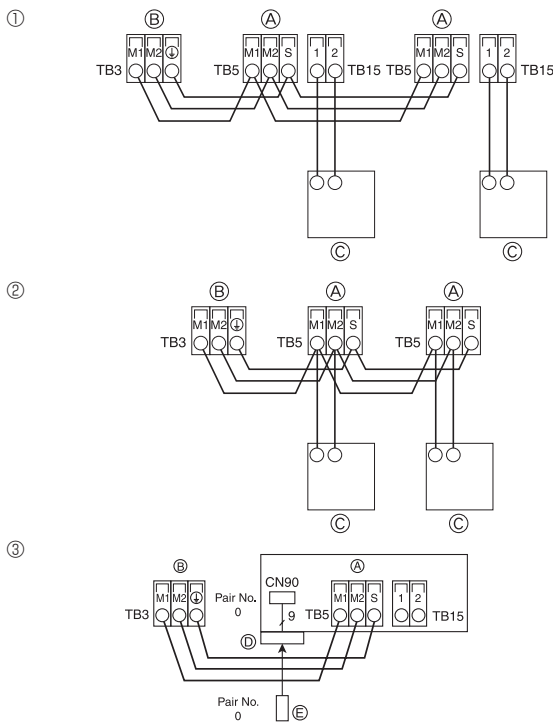

Fig. 4-8
4.4. Raccordement des câbles de télécommande et des câbles de transmission intérieur et extérieur (Fig. 4-8)